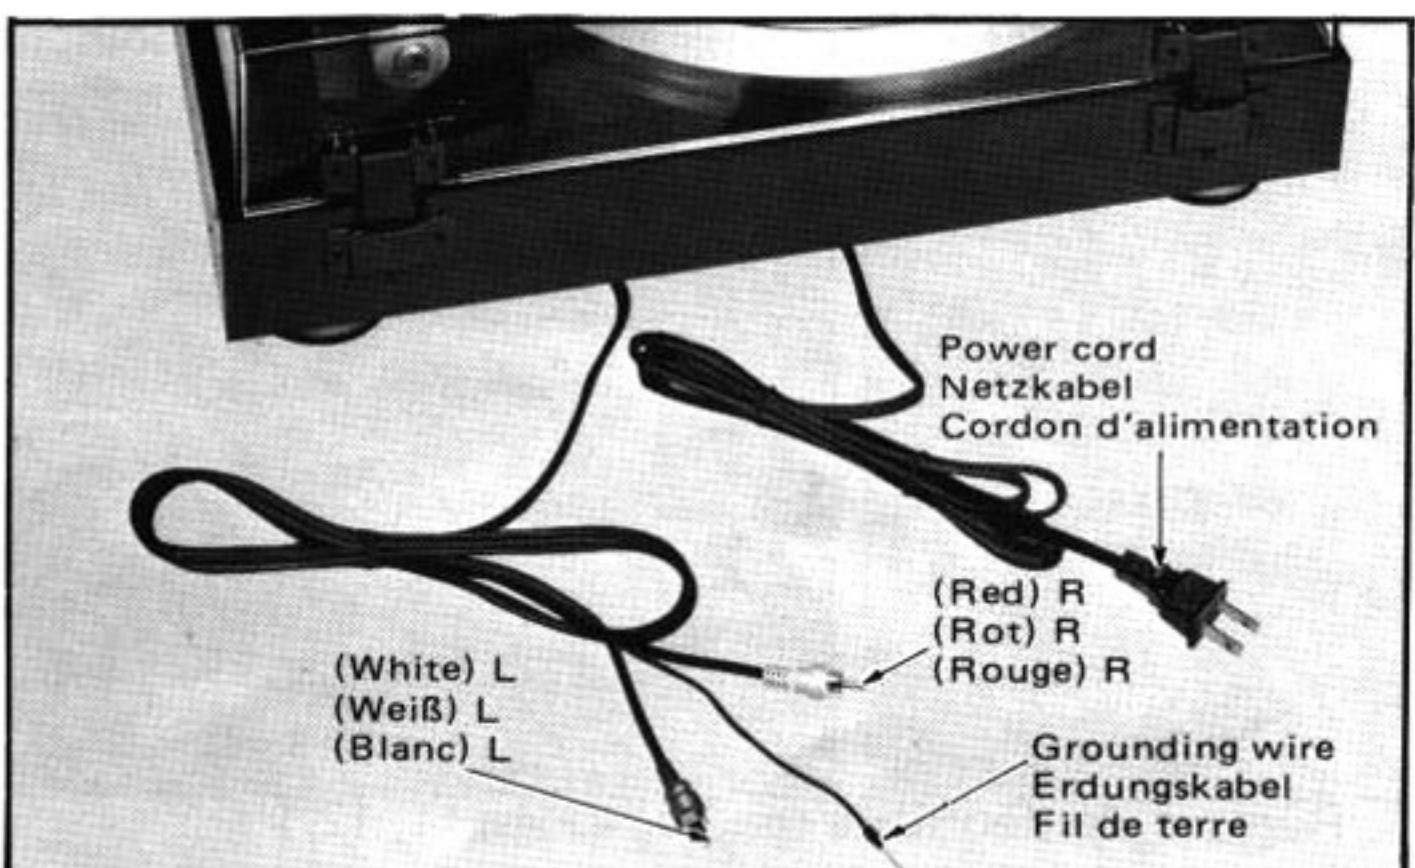

Fig. 16 Abb. 16
9. Connection to a stereo amplifier (Fig. 16)
9. Anschluß an einen Stereo-Verstärker (Abb. 16)